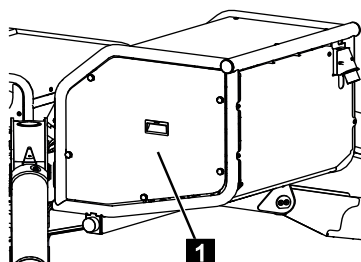

Fig. 170
2. Dévisser le capot (Fig.170/1).